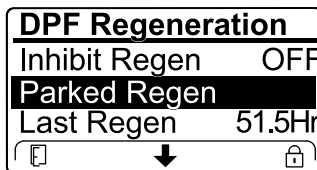

Bild 54
- Wenn der Motorcomputer eine Wiederherstellung-Regenerierung anfordert oder eine Wiederherstellung-Regenerierung ausführt und Sie auf die Option PARKED REGEN navigieren, ist die geparkte Regenerierung gesperrt und das Schloss-Symbol (Bild 54) wird unten rechts im InfoCenter angezeigt.